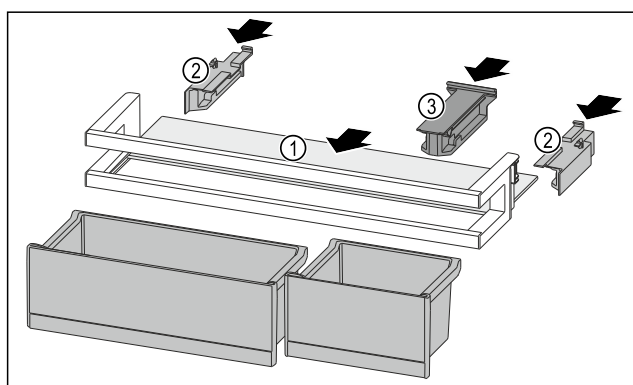

Fig. 263
- Inserire il ripiano Fig. 263 (1) negli incavi laterali.
- Inserire gli elementi laterali Fig. 263 (2).
- Inserire l'elemento di tenuta Fig. 263 (3).